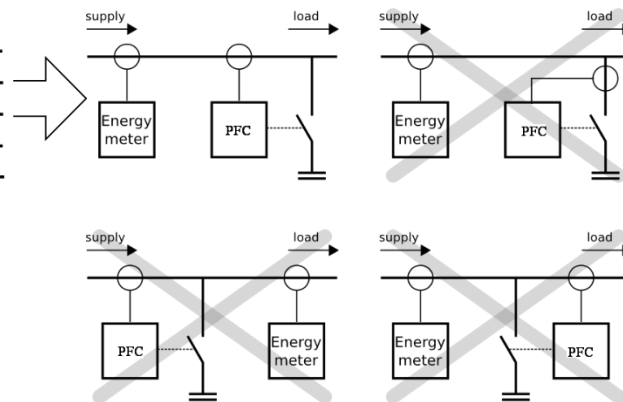
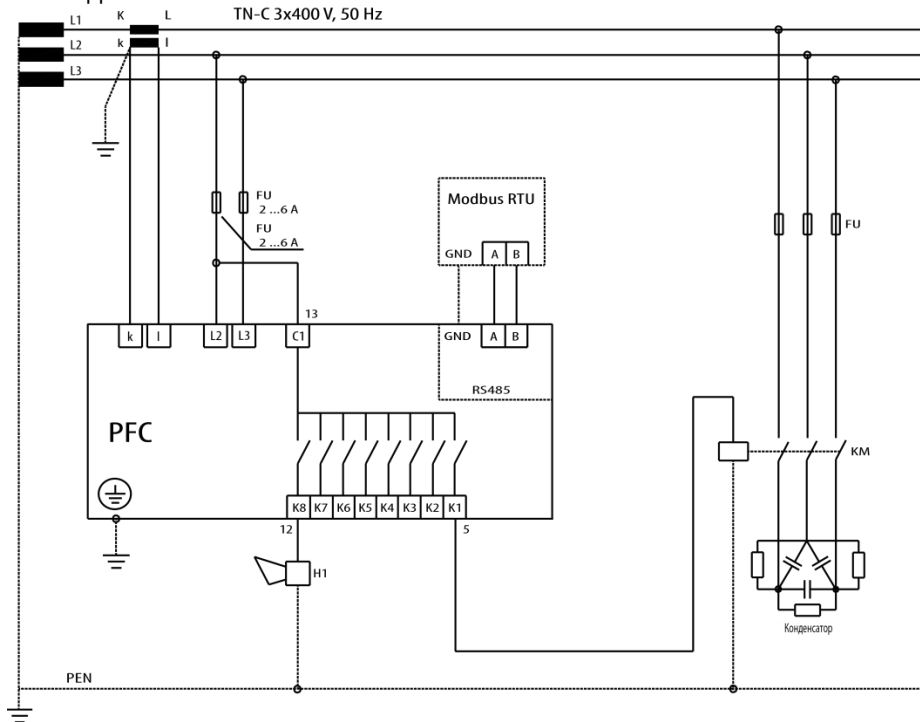

Рис. 4 Підключення регулятора до системи
Рис. 5 Підключення регулятора PFC 8 RS, 400V AC
За замовчуванням у пристрої встановлені стандартні налаштування (див. Табл. 3). Живлення контролера необхідно здійснювати від регульованої мережі, так як дана напруга також використовується для вимірювання. Значення напруги зазначено на заводській етикетці. Вимірювальний трансформатор струму може бути підключений до будь-якої фази. За замовчуванням напруга живлення та вимірювання здійснюється з фаз L2-L3, встановлення трансформатора струму здійснюється в фазу L1. Схеми підключення показані на Рис.4 та Рис.5.
1. Підключіть регулятор відповідно до схеми Рис. 5.
Трансформатор струму в електричному колі повинен розташовуватися так, щоб через нього проходив струм навантаження та конденсаторний струм. Приклади підключення показані на Рис. 4. Розширена схема підключення зображена на Рис. 5. При компонуванні установки компенсації реактивної потужності існує